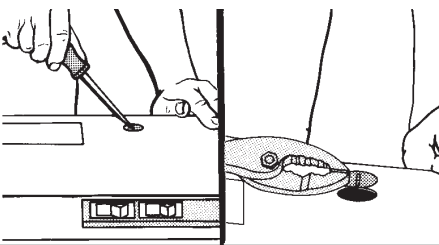

FIG. 3
4. (40000 hood **ONLY**) Remove duct knockout. Insert screwdriver under edge of knockout, break tabs, and peel knockout back with pliers. (FIG. 3)
5. (40000 hood **ONLY**) Install damper/duct connector over opening made in STEP 4. Use #8B sheet metal screws provided. (FIG. 3)
4. (**SOLAMENTE** extractores modelo 40000) Retire el tapón trasero superior. Coloque un desarmador debajo del extremo del tapón, rompa los apéndices y retire el tapón con unas pinzas. (FIG. 3)
5. (**SOLAMENTE** extractores modelo 40000) Instale el conector del ducto/regulador sobre la abertura hecha en el PASO 4. Utilice el tornillo de lámina negra #8B proporcionado en la bolsa de plástico. (FIG. 3)